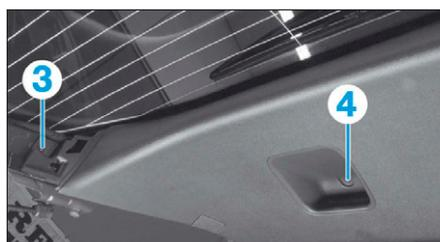

FIG. 56
- la vis (3) (de chaque côté) (Fig.56),
- la vis (4).